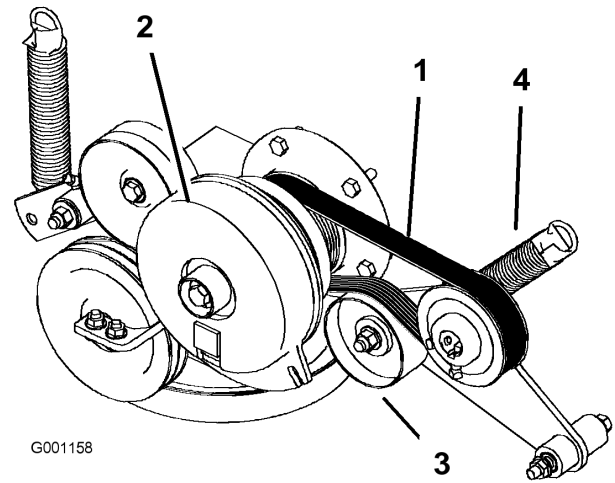

Bild 55
3. Entfernen Sie die Feder vom Spannarm (Bild 55).
4. Legen Sie einen neuen Riemen um die Motor- und Hydraulikpumpenscheiben (Bild 55).
6. Haken Sie die Feder wieder in den Spannarm ein (Bild 55).